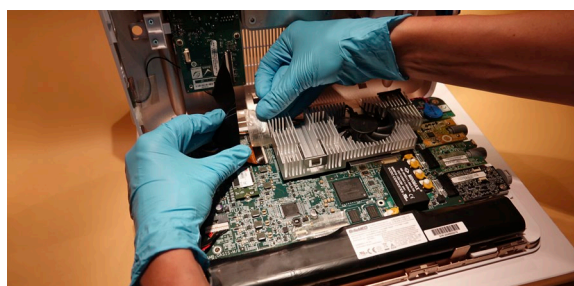

Figura 10 Abra la carcasa trasera con cuidado y retire la cinta adhesiva si fuera necesario
i) Retire la cinta adhesiva (Figura 10)